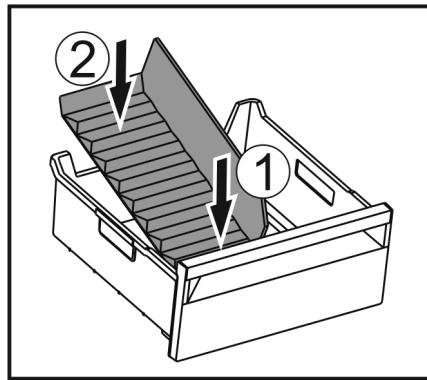

Fig. 171
► Вставити передню частину перегородки відділення для льоду. Fig. 171 (1)
► Опустити задню частину перегородки відділення до дна ящика для кубиків льоду. Fig. 171 (2)